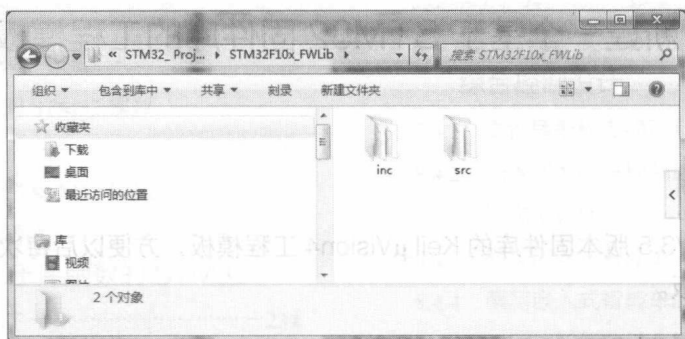

图1-2 STM32F10x_FWLib子目录
(3) 把官方固件库“Libraries\STM32F10x_StdPeriph_Driver”下面的 src 和 inc 子目录复制到子目录 STM32F10x_FWLib 下面，如图 1-2 所示。